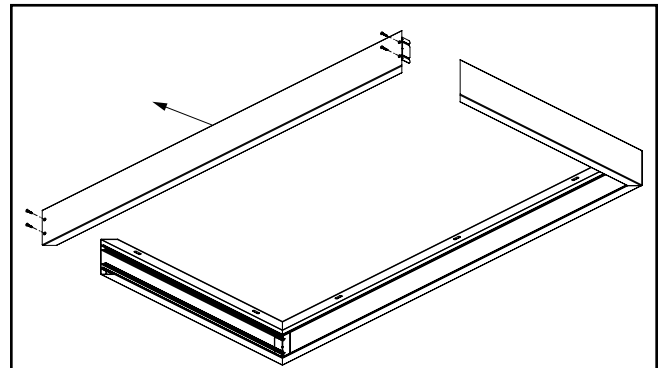

Figura 7.
- A7. Desatornille y retire el riel largo que no está unido a la superficie, así como los soportes en L-, y guárdelos para volver a usarlos. (Figura 7.)